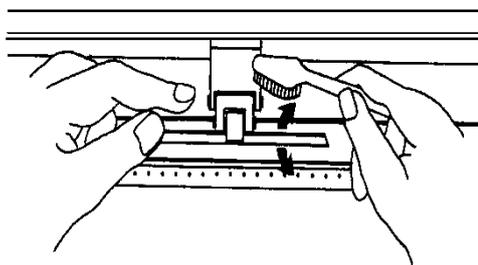

図 6-1
3. 毛ブラシ（歯ブラシでもよい）を使って、グリッドローラー表面のホコリを取り除きます。ドラムを手動で回して清掃します。（図 6-1 参照）